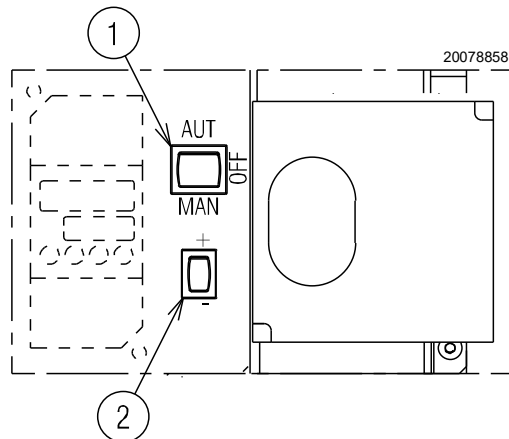
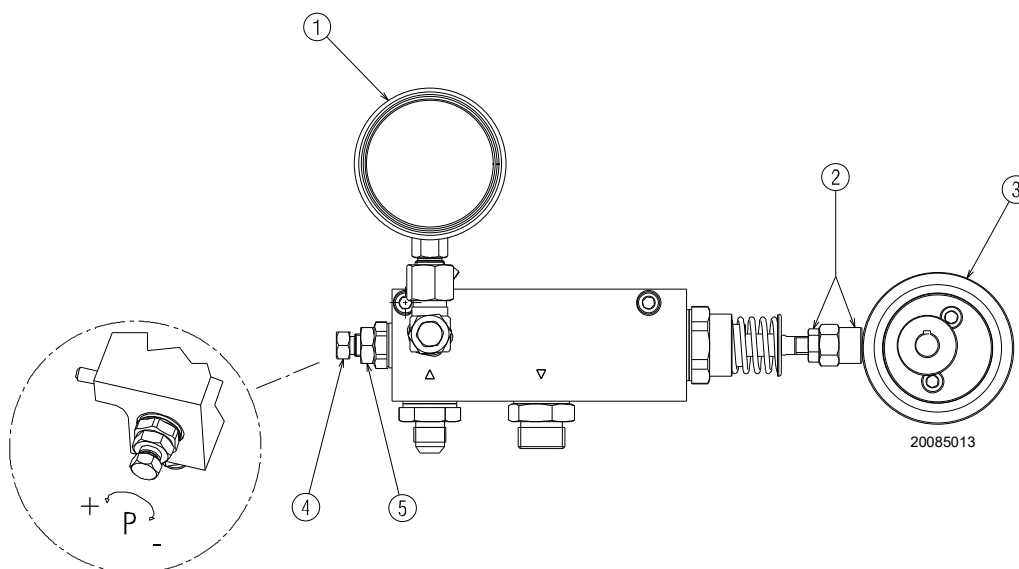
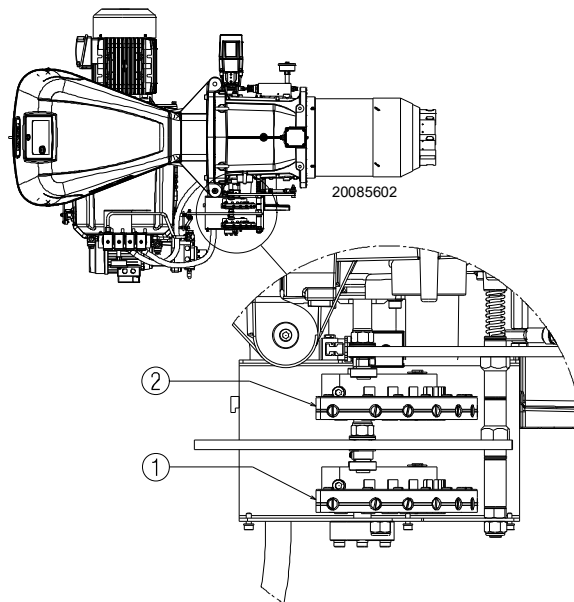
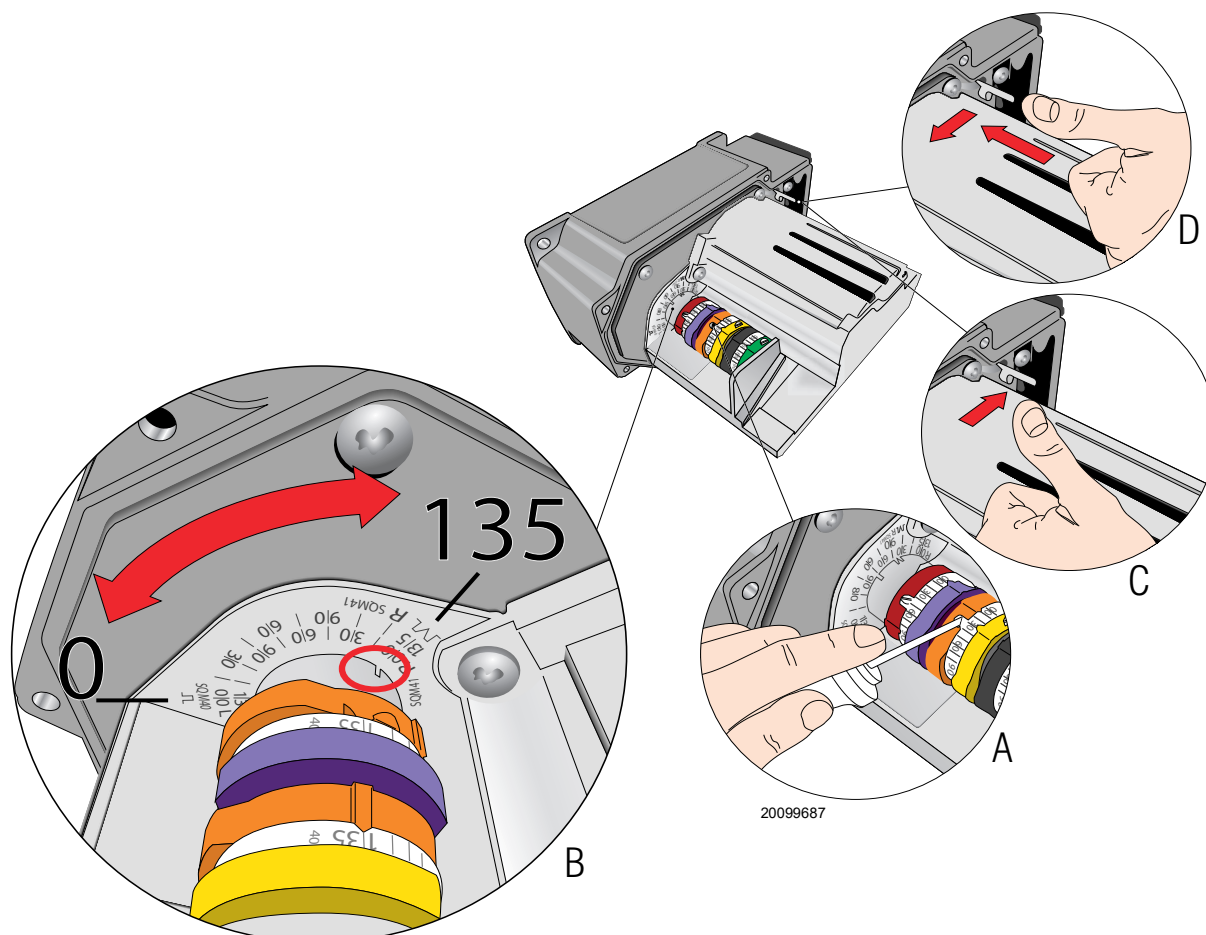

Fig. 27
Fig. 28
Fig. 31
Fig. 32
Fermer les thermostats/pressostats et mettre le sélecteur 1)(Fig. 27) sur la position «**MAN**».
- mettre l'interrupteur 1)(Fig. 27) sur la position «**OFF**» et attendre que la boîte de contrôle commande l'extinction;
Placer le sélecteur 1)(Fig. 27) sur «**MAN**».
Placer le servomoteur sur la position de puissance minimale et fixer l'écrou et son contre-écrou 2)(Fig. 28) en appui sur l'excentrique 3).
Lorsque le servomoteur est sur la position de l'ouverture maximale, l'excentrique appuie contre l'arbre du modulateur et amène la pression, affichée sur le manomètre 1)(Fig. 28), à la valeur souhaitée (puissance maximale).
Une fois le calibrage effectué, bloquer le contre-écrou 5)(Fig. 28).
en utilisant un gicleur de 450 kg/h et en voulant obtenir une puissance de 4550 kW, la pression lue sur le manomètre 1)(Fig. 28) (pression max. sur le circuit de retour) devra être d'environ 14 bar.
Légende (Fig. 28)
- Allumer le brûleur depuis le sélecteur situé sur le panneau de contrôle en mode manuel 1)(Fig. 27). Ma ce stade, après avoir exécuté une phase de prévention, le servomoteur s'arrête sur la position de l'allumage.
- Régler la pression de retour au minimum à environ 6 bar. Pour cela, il faut changer la longueur de l'arbre en agissant sur l'écrou 2)(Fig. 28).
- Après ce premier réglage, augmenter la puissance débitée en agissant sur le sélecteur 2) à retour automatique (Fig. 27) situé sur le tableau de contrôle. Bloquer l'opération après une rotation de 15° du servomoteur et effectuer un nouveau réglage par la came a profil variable de l'air (came 1 Fig. 31). Il est conseillé de calibrer correctement afin de ne pas engendrer de flamme fumeuse et d'arriver le plus vite possible à la puissance maximum; régler la pression de retour sur la vis 4)(Fig. 28) afin d'obtenir la puissance désirée, requise par le gicleur, puis régler les points intermédiaires.
Pour régler le fioul, agir sur la vis 4)(Fig. 28) jusqu'à ce qu'on obtienne la puissance désirée.
Le passage d'une position à la suivante s'effectue en maintenant le sélecteur 2)(Fig. 27) sur le symbole (+) ou (-).
La synchronisation combustible/comburant se fait au moyen d'un servomoteur relié à deux cames à profil variable, lesquelles agissent sur les volets d'air 1)(Fig. 31) et du gaz 2)(Fig. 31).
Au niveau du papillon du gaz, la réduction du combustible en fonction de la puissance requise est effectuée à travers la came 2)(Fig. 31).
- Visser ou dévisser la vis 2) de la came mécanique (Fig. 31 à la page 32) choisie pour augmenter ou diminuer le débit de gaz de façon à l'adapter au débit correspondant d'air pour obtenir une combustion optimale.
Légende (Fig. 31)
Pour le réglage de la came du servomoteur, voir Fig. 32 A).
Modifier progressivement le profil initial de la came mécanique 2)(Fig. 31) en agissant sur les vis 2) Fig. 31.
Le réglage de l'air est effectué en modifiant l'angle de la came III) du servomoteur (Fig. 26) et au moyen du sélecteur 2)(Fig. 27 à la page 28). Pour le réglage de la came du servomoteur, voir Fig. 32 A).
Pour l'éventuel réglage de la came III, Fig. 26, voir Fig. 32 A) et B).
Éteindre le brûleur en agissant sur l'interrupteur 1)(Fig. 27), position OFF, désolidariser les cames mécaniques I) et II) (Fig. 29) (Fig. 31) pour séparer les engrenages du servomoteur, en appuyant et en déplaçant le bouton 3)(Fig. 32 D) vers le bas et vérifier plusieurs fois en tournant manuellement la came mécanique I)(Fig. 29) en avant et en arrière que le mouvement est souple et sans heurts.
Il est conseillé de fixer à nouveau les cames mécaniques I) et II)(Fig. 29)(Fig. 31) au servomoteur, en remontant le bouton 3)(Fig. 32 C).